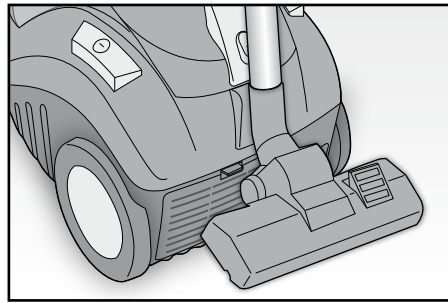

Fig. 5
Riporre quindi l'apparecchio, inserendo eventualmente la spazzola pavimenti (O) nel relativo gancio posto nella parte posteriore dell'apparecchio (Fig. 5).